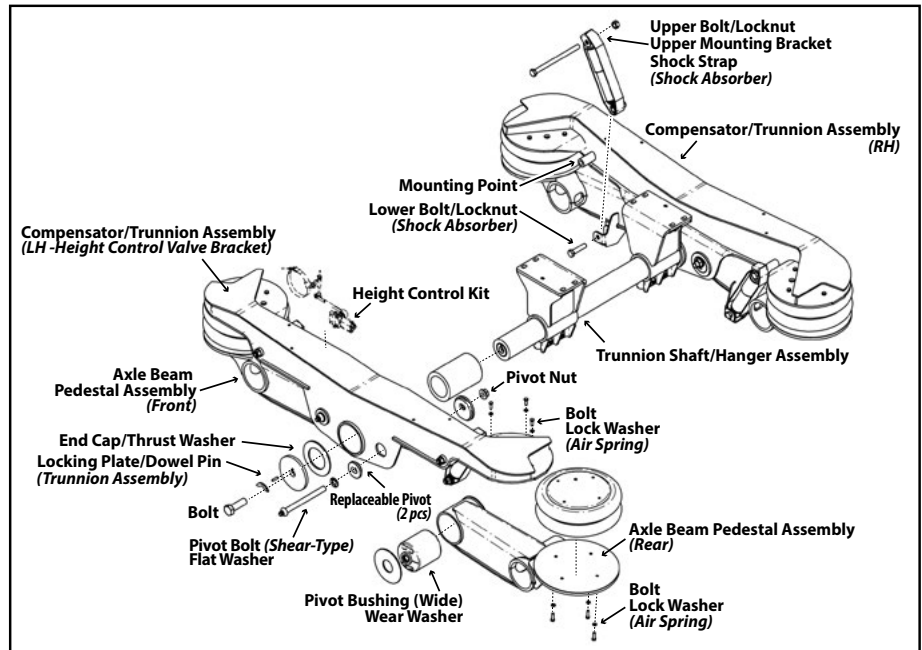

Figure 19.
1. Loosen the pivot nut (Figure 19).